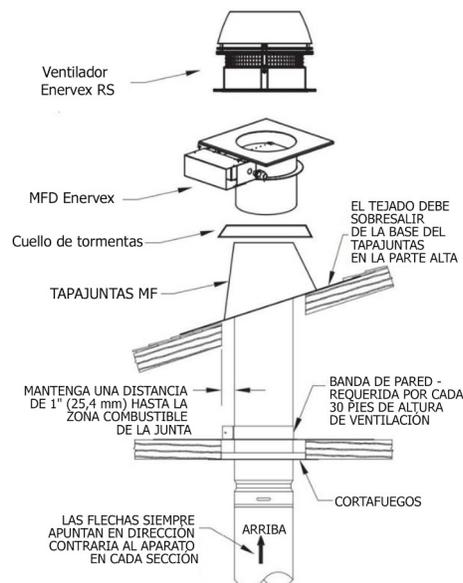

FIGURA 20
8) Cuando la instalación de B-Vent atraviesa el techo, comience por cortar un agujero que es 2 pulgadas más grande que el diámetro exterior (OD) de la carcasa exterior de la tubería B-vent. La tubería B-Vent debe estar centrada en esta abertura. Por encima del tejado, se requiere un tapón para mantener la distancia de una pulgada (25,4 mm) a los combustibles del tejado. La instalación de un anillo de protección contra tormentas permite que el agua drene por encima del tapón. (**Figura 20**).